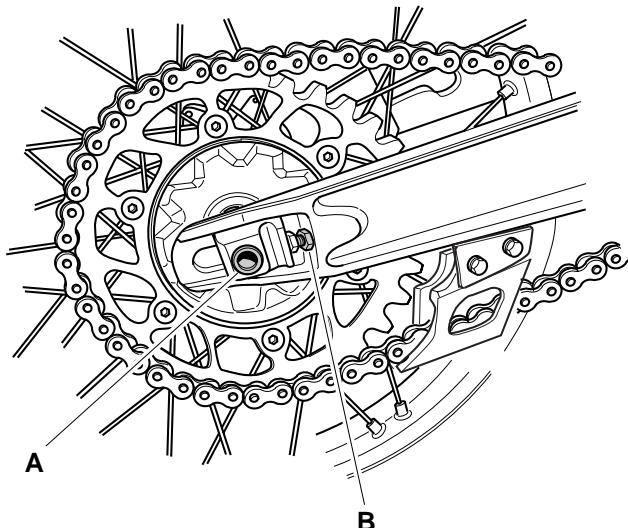

Fig. 31
1. Allentare il dado "A" (Fig.31) sul perno della ruota.
1. Remove the nut "A" (Fig.31) from the wheel shaft.
1. Die Mutter "A" (Abb. 31) der Steckachse abschrauben.
1. Dévisser l'écrou "A" (Fig.31) de l'axe.